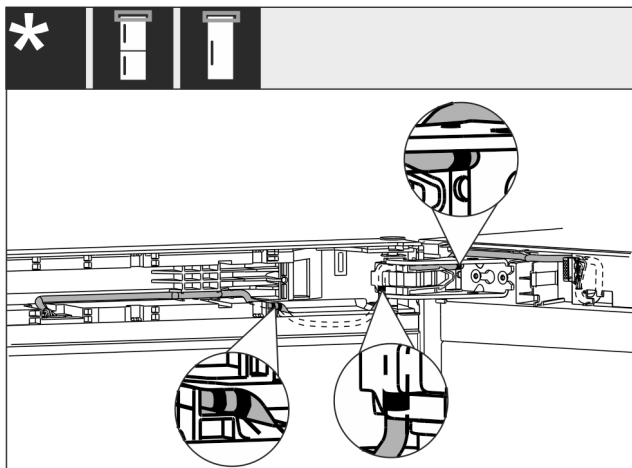

Fig. 38
- Kabel se položi, kot je prikazano na sliki Fig. 38 ().